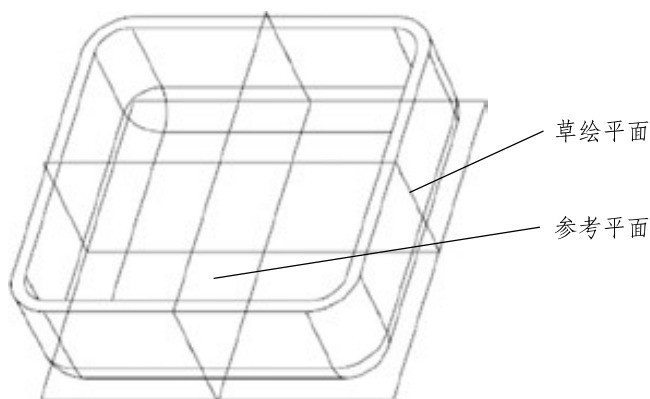

图2-2 选择草绘平面和参考平面
Step 04 选择FRONT基准面为草绘平面,RIGHT基准面为参考平面,如图2-2所示。